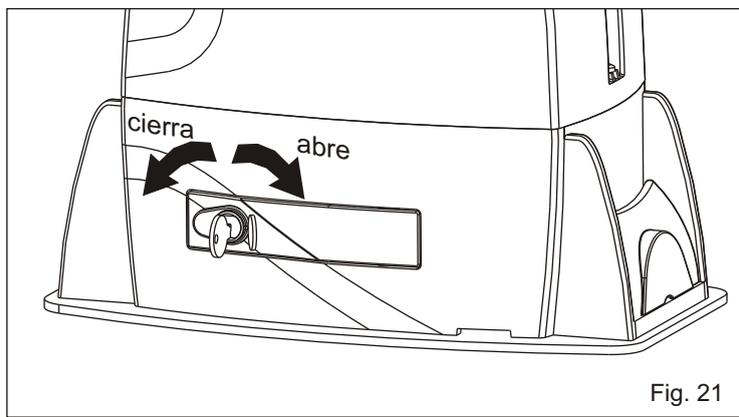

Fig. 21
- Abir el cubre cerradura, insertar la llave y rotarla en sentido horario de 90° (Fig. 21).